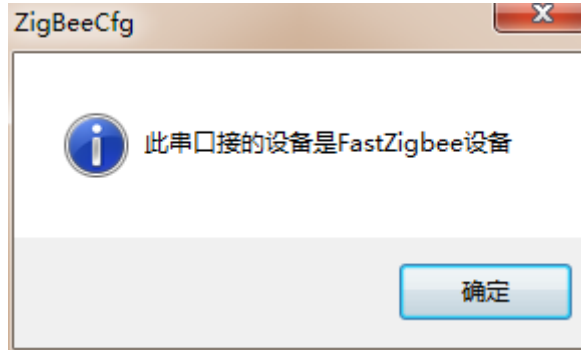

图 4.3 获取固件类型
(1) 使用 ZigBeeCfg 配置工具，在点击【打开串口】按钮之后，再点击【获取固件类型】按钮获取模块目前的固件类型，确认模块固件是否为“FastZigBee 设备”，如图 4.3 获取固件类型所示。模块所支持的 ZigBee 固件，均可通过 ZLG 致远电子官网下载。